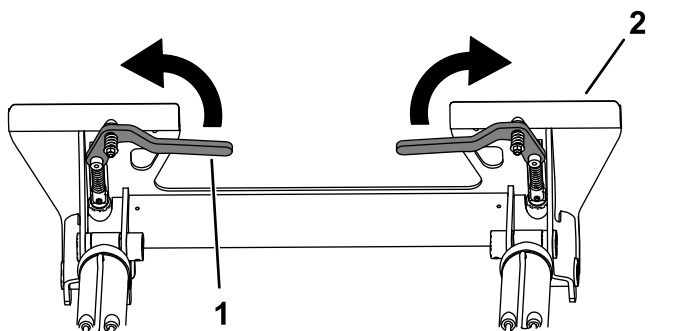

Figura 30
2. Gire las palancas de enganche rápido hacia fuera para elevar los pasadores de enganche rápido (Figura 30).